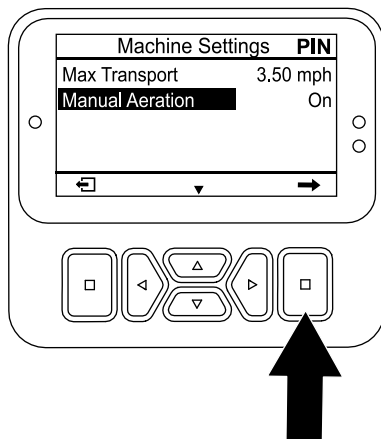

Bild 113
5. Drücken Sie die Taste „nach unten“, bis die Option MANUAL AERATION [Manuelles Aerifizieren] ausgewählt ist, und drücken Sie die Auswahl-taste (Bild 113), um das manuelle Aerifizieren auf EIN einzustellen.